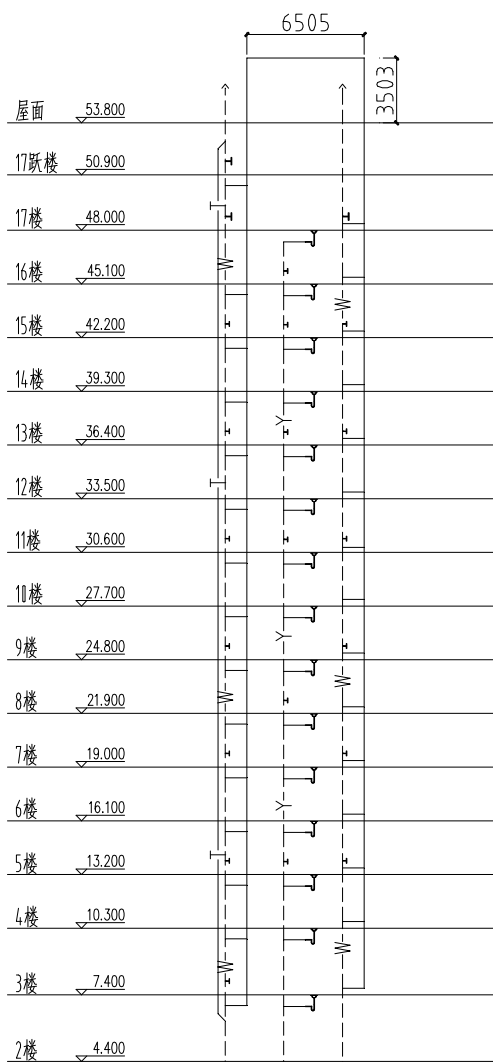

图 13-87 绘制支管
⑫ 绘制支管。调用 L【直线】命令，绘制直线，结果如图 13-87 所示。